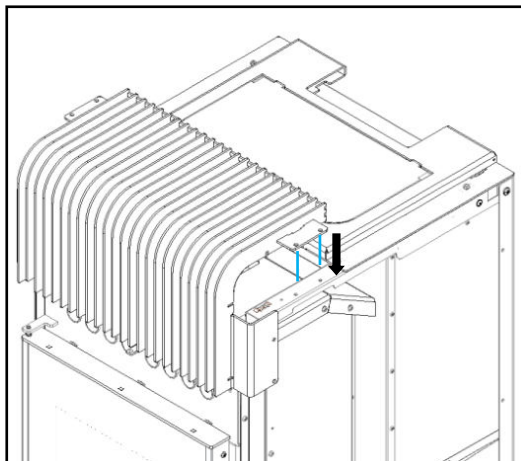

Figure 100 - Fixation de la grille frontale
b) Fixer la grille avant en faisant correspondre l'emplacement de vis de la grille avec les filetages de l'appareil (Figure 100).